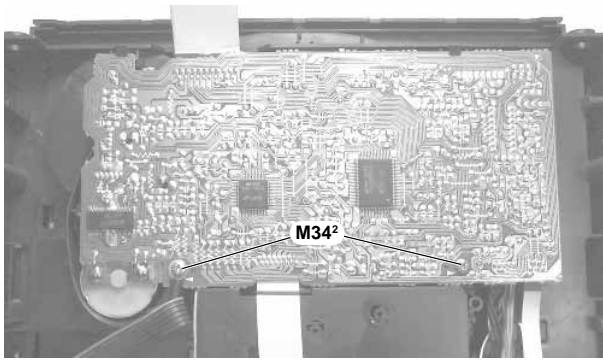

Fig. 22
- 2 Schrauben M34² herausschrauben (Fig. 22), die Schublademotorkontakte E1² ablöten.
- Undo 2 screws M34² (Fig. 22), unsolder the tray motor contacts E1².